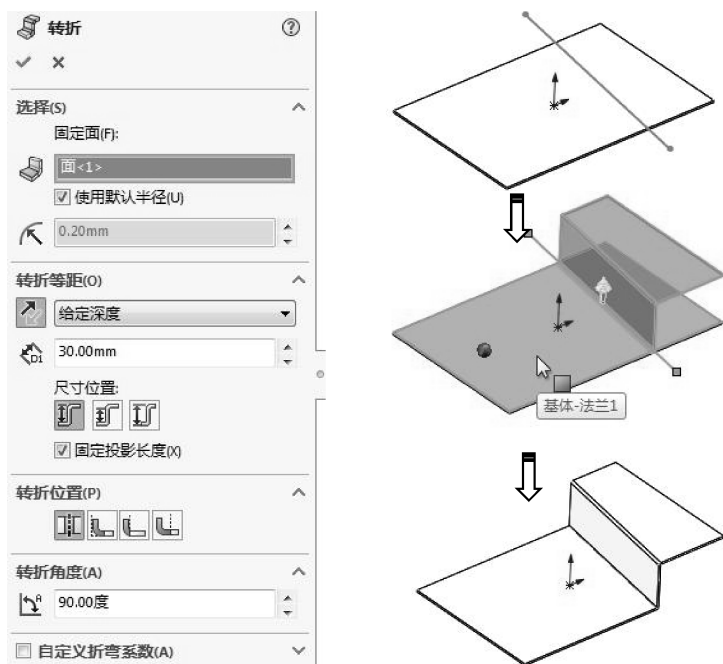

图 6-35 【转折】属性面板
- 02 单击【钣金】选项卡中的【转折】按钮，显示如图 6-35 所示的【转折】属性面板。